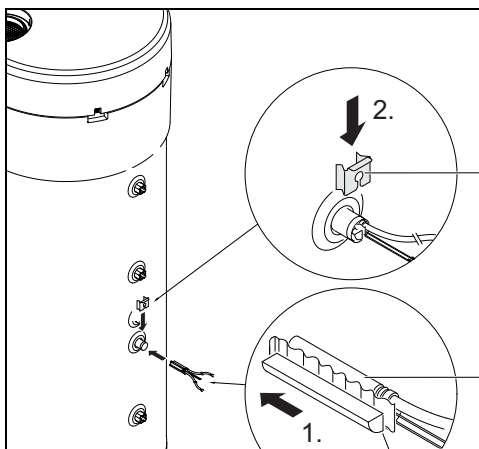

Fig. 11
- ▶ Monter le kit de montage [1] et la sonde de température NTC de l'accessoire [2] et les positionner comme indiqué dans la fig. 11